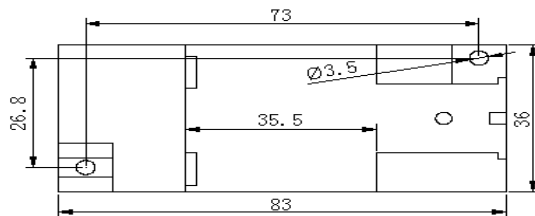

图 5 安装尺寸图
- ① 高精度大电流仪表校验仪输出直接接入，如图 5，记录仪表校验仪的显示数据；
- ② 使用普通高精度仪表校验仪作为信号源时，采用安匝法输入。校验仪输出的小电流（5A、10A 或更高），输送到变送器的输入线圈中，在校验仪输出端串接精密电流表监测输入电流，根据安匝法折算出输入电流 I 的值。